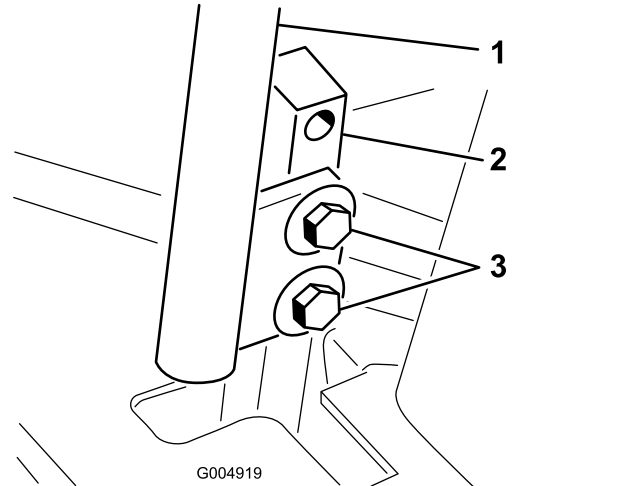

Figure 77
- Desserrez les boulons de fixation des leviers de commande (Figure 77).